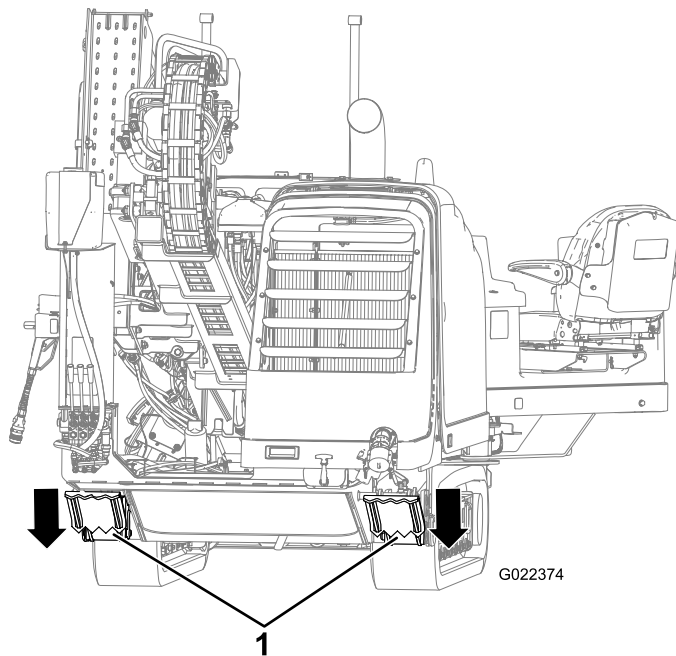

Bild 45
5. Senken Sie die hinteren Ausleger, bis sie fest auf dem Boden stehen oder bis der gewünschte Winkel erreicht ist (Bild 45).